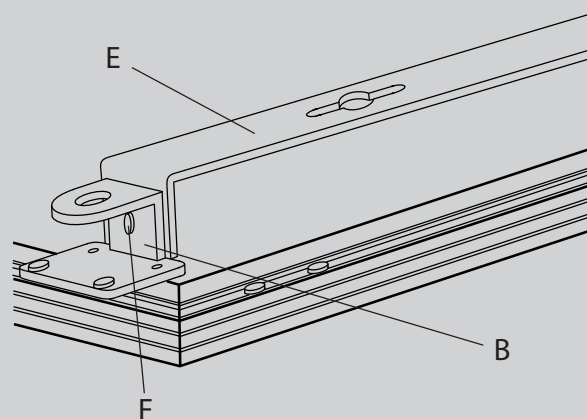

fig. 3
- Fissare l'apparecchio facendo passare la vite **[F]** nel foro della staffa **[B]** ed avvitandola alla staffa **[E]** (fig. 3).
- Secure the unit by passing the screw **[F]** through the bracket **[B]** and tighten it to the bracket **[E]** (fig. 3).